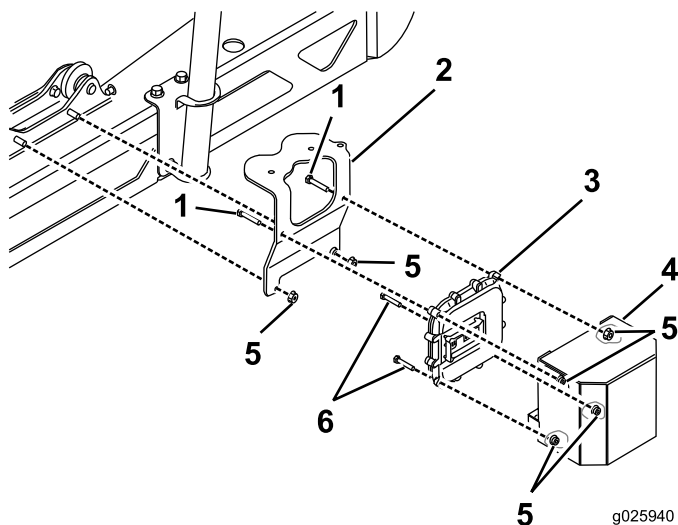

図 16
2. 1750の場合は期待に電子コントローラ、ブラケット、およびカバーを取り付ける図 16。